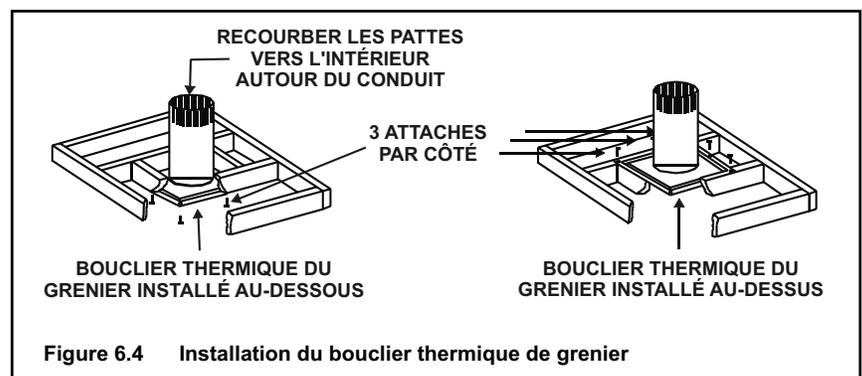

Figure 6.4 Installation du bouclier thermique de grenier
- Le bouclier peut être installé au-dessus ou sous le plafond (voir figure 6.4).